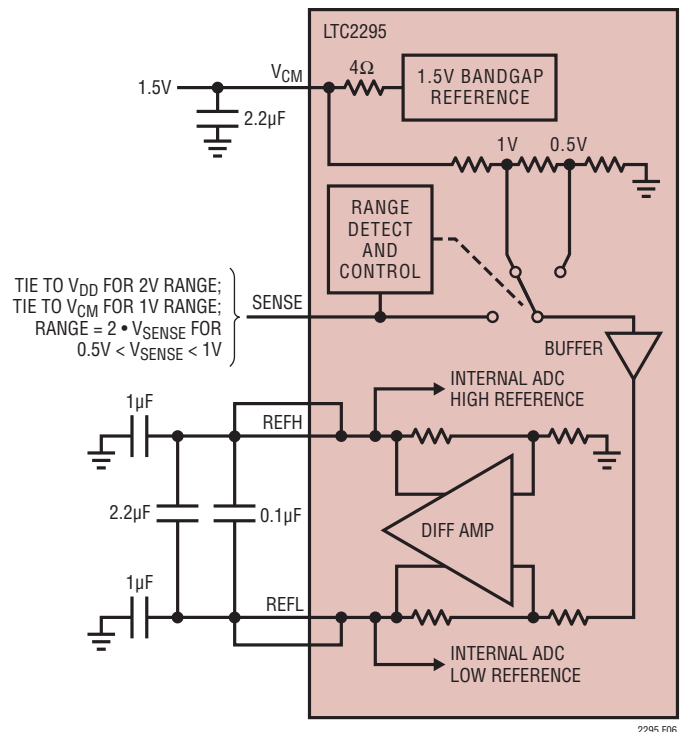

図6. 等価リファレンス回路
1.5Vのバンドギャップ・リファレンス、差動アンプ、およびスイッチングと制御の回路で構成されるLTC2295のリファレンス回路を図6に示します。内部電圧リファレンスはピンで選択可能な2V(差動±1V)または1V(差動±0.5V)の2つの入力レンジに設定することができます。SENSEピンをVDDに接続すると2Vの範囲が選択され、SENSEピンをVCMに接続すると1Vの範囲が選択されます。
差動アンプはADCの“H”リファレンスと“L”リファレンスを生成します。高速スイッチング回路がこれらの出力に接続されているので、これらの出力は外部でバイパスする必要があります。各出力には2つのピンがあります。パッケージのインダクタンスを減らすために複数の出力ピンを必要とします。バイパス・コンデンサは図6に示すように接続する必要があります。ADCの各チャンネルのリファレンスは独立しており、バイパス・コンデンサも各チャンネル専用です。2つのチャンネルで使用する入力範囲は、同じでも別々でもかまいません。